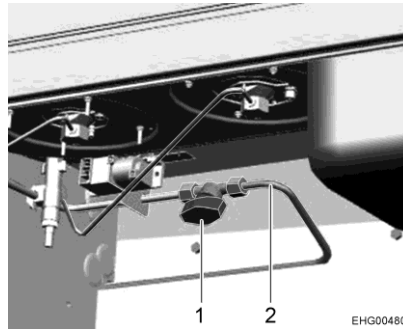

Fig. 28 Válvula de paso de gas
En el vehículo está instalada una válvula de paso de gas (Fig. 28,1) para la cocina de gas. La válvula de paso de gas se encuentra debajo de la cocina de gas.
- Abrir:** ■ Ajustar la válvula de paso de gas en sentido paralelo a la tubería de gas (Fig. 28,2).